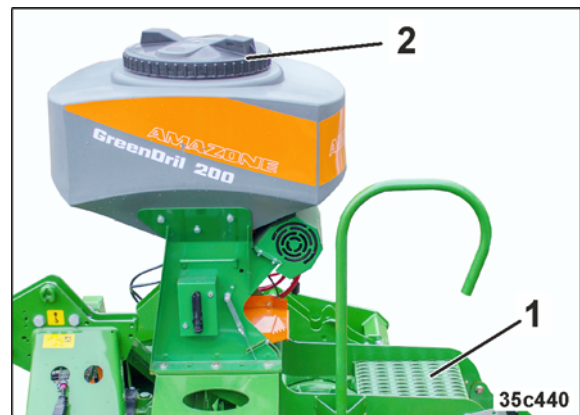

Fig. 140
3. Para llenar y ajustar la GreenDrill debe utilizarse la pasarela de carga incluida de serie (Fig. 140/1).
4. La tapa del depósito de semillas posee un cierre de rosca (Fig. 140/2).